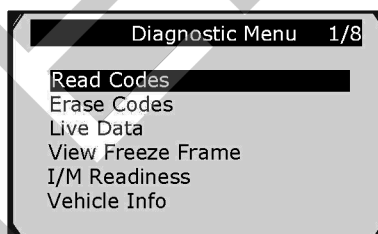

Рисунок 4-3
7) Ознакомьтесь со сводной информацией о состоянии системы (состояние индикатора MIL, количество диагностических кодов неисправностей, статус монитора), отображаемой на экране дисплея сканера (см. рисунок 4-1). Подождите несколько секунд или нажмите любую кнопку, чтобы перейти в **меню диагностики** (см. рисунок 4-3).
1) С помощью **кнопки прокрутки** выберите пункт **Erase Codes [Стереть коды]** в **меню диагностики**, а затем нажмите **кнопку ввода/выхода**. См. рисунок 4-3.
- 1) Для просмотра **оперативных данных** используйте **кнопку прокрутки**, чтобы выбрать пункт **Live data [Оперативные данные]** в меню диагностики, а затем нажмите **кнопку ввода/выхода**. См. рисунок 4-3.
- 1) Для просмотра **данных стоп-кадров** используйте **кнопку прокрутки**, чтобы выбрать пункт **View Freeze Frame [Просмотреть стоп-кадр]** в меню диагностики, а затем нажмите **кнопку ввода/выхода**. См. рисунок 4-3.